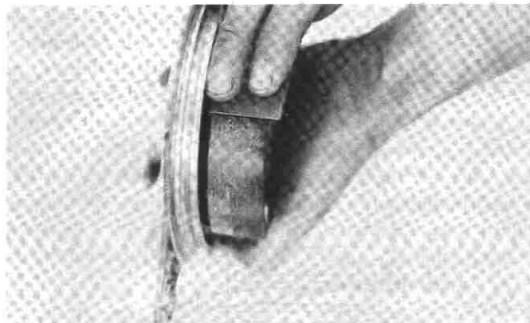

Fig. 5-2-7
- Remove any glazed areas from brake shoes using coarse sand paper. (Fig. 5-2-7)
- Enlevez toute surface glacée sur les segments de frein à l'aide d'un papier de verre grossier. (Fig. 5-2-7)